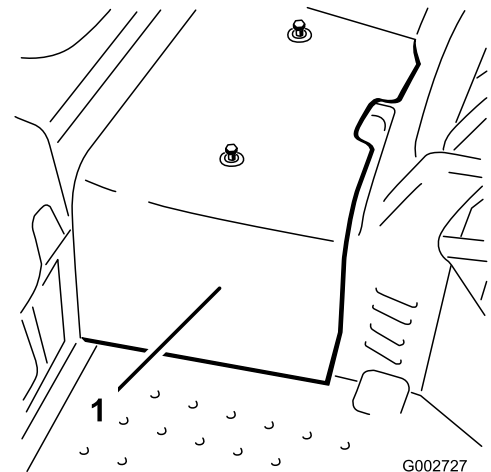

Figura 33
2. Afloje los 2 tornillos que fijan la cubierta central a la máquina y retire la cubierta (Figura 33).